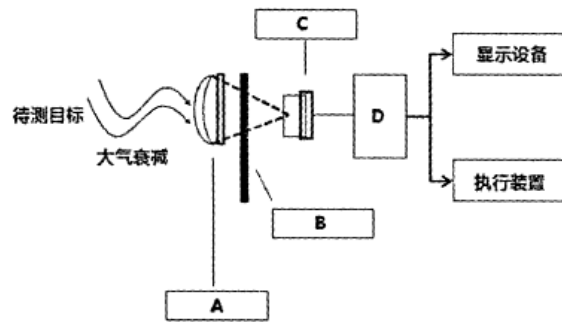

图 2 红外传感器测试系统
8、根据红外传感器测试系统框图(图2), 给出图中A、B、C、D四处的名称, 并简要叙述其在红外传感器测试系统中的工作过程。